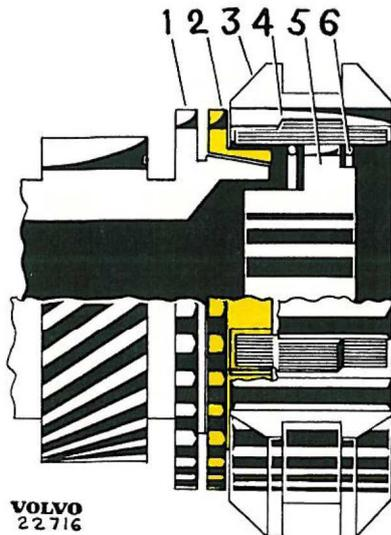
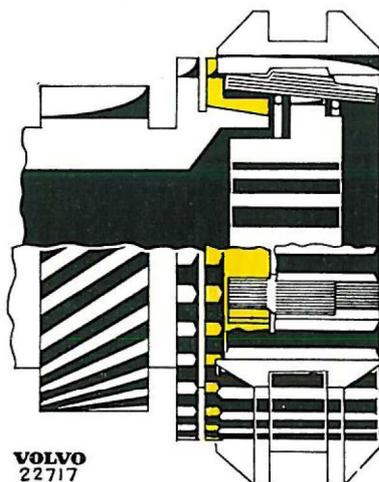
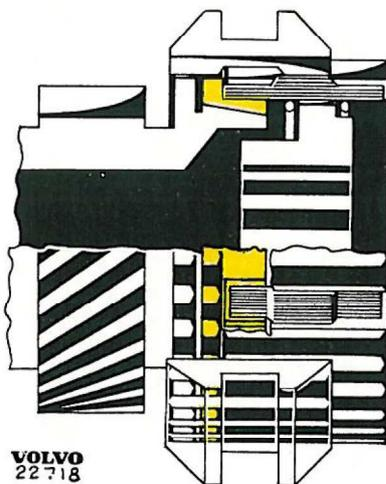

Fig. 8. Point mort
Fig. 9. Synchronisation
Fig. 10. Vitesse engagée
La construction et le fonctionnement des synchroneshs ressortent des Figs. de 8 à 10. A l'engagement d'une vitesse, la couronne (3, Fig. 8) est poussée par la fourchette dans la direction du pignon correspondant. Les manchons à clabots (4) pressent alors le cône de synchronesh (2) contre le cône mâle du pignon (1). Si, en ce moment, le synchronesh et le pignon n'ont pas la même vitesse de rotation, le cône de synchronesh se mettra à tourner par rapport à la couronne d'accouplement. Le cône de synchronesh est toutefois empêché par le manchon à clabots de tourner plus d'un demi-espace de dent, voir Fig. 9. Les dents du cône de synchronesh (cône femelle) viennent donc, à une différence d'un demi-espace de dent, s'appliquer contre celles de la couronne d'accouplement et, de cette façon, empêchent cette dernière d'entrer en prise. Par suite du frottement entre les cônes mâle et femelle, le pignon du cône mâle se met à tourner à la même vitesse que le synchronesh. En ce moment, la couronne fait tourner le cône de synchronesh en arrière, ce qui a pour effet d'engager la vitesse correspondante, Fig. 10.